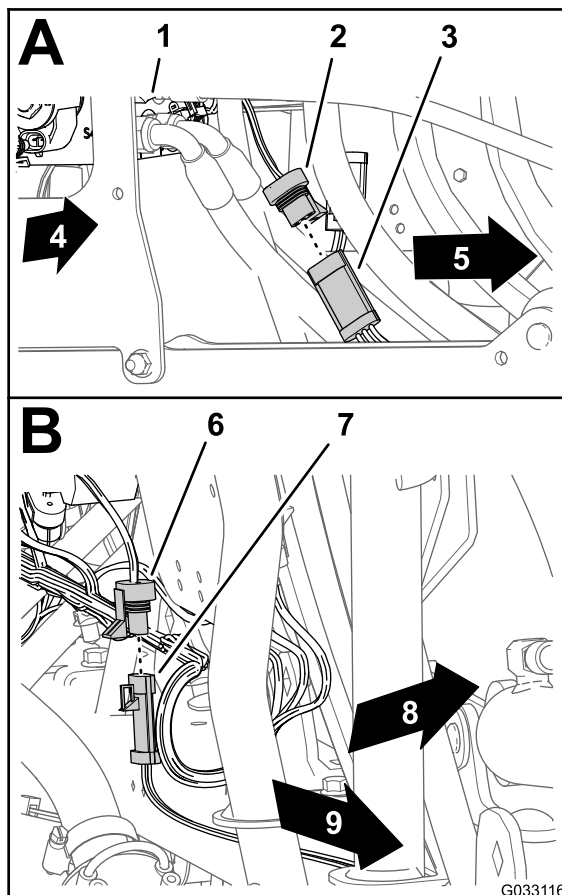

Figure 178
2. Branchez le connecteur à 3 douilles du faisceau de rampe sonique au connecteur à 3 broches du câble du capteur ultrasonique gauche (Figure 178).
1. Branchez le connecteur à 3 douilles du faisceau de rampe sonique au connecteur à 3 broches du câble du capteur ultrasonique droit (Figure 178).